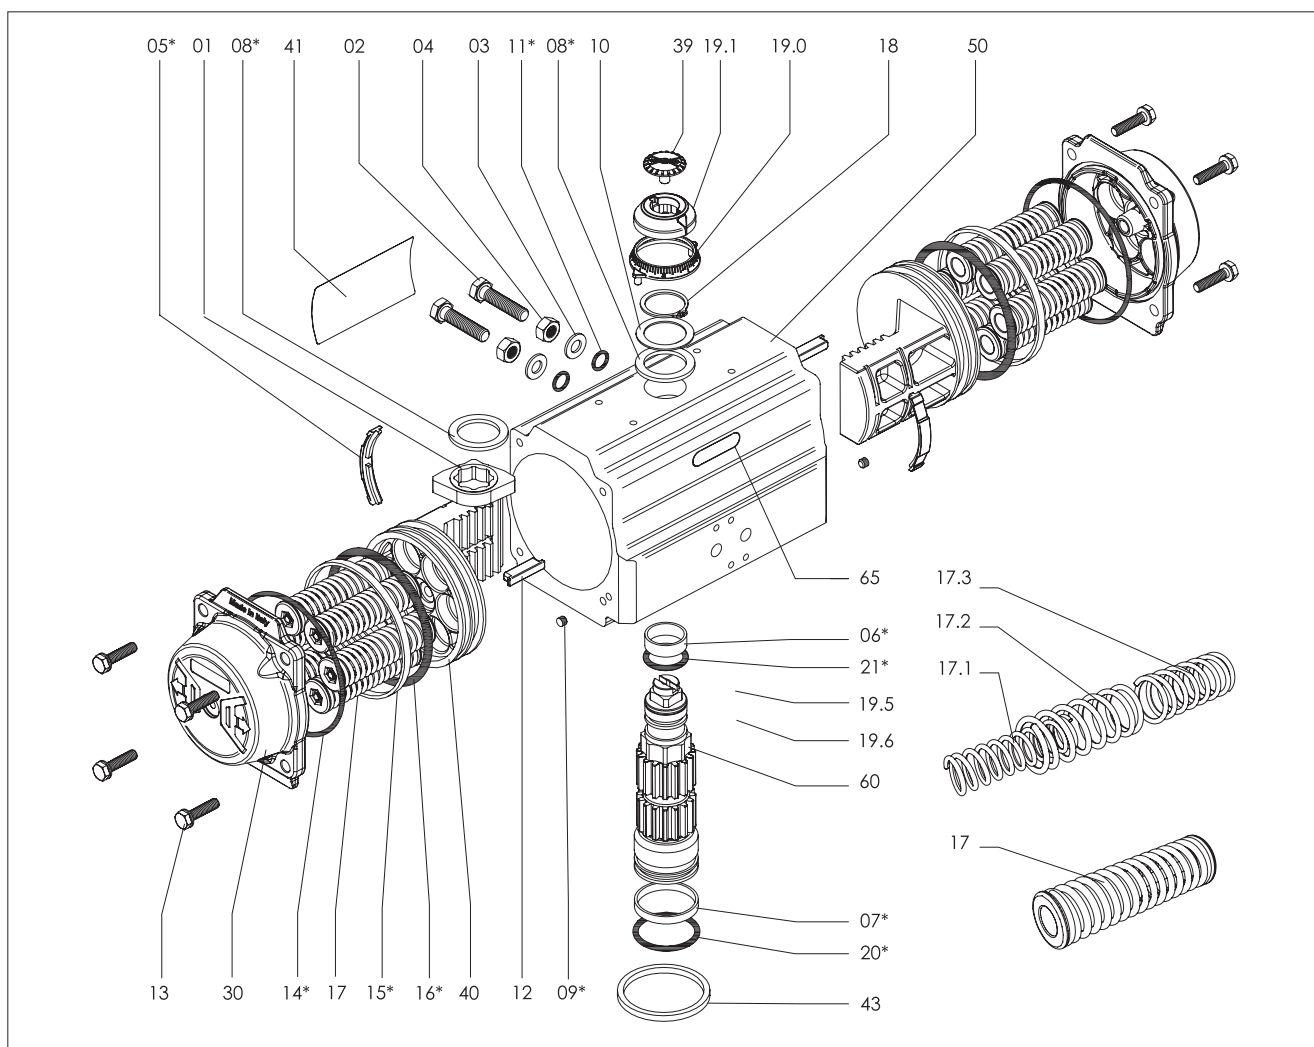

Figure 24.
- C. Référence, nom et quantité des pièces détachées requises, d'après l'éclaté à la (**Figure 24**).
TABLEAU 3 - LISTE DES PIÈCES POUR LA (FIGURE 24)